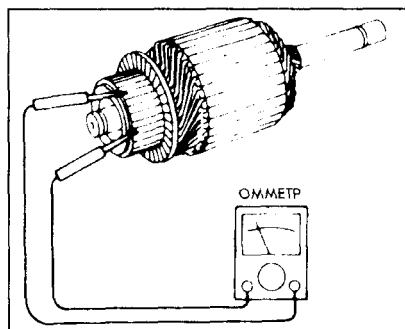

Рис. 10-24.
1. Проверьте проводимость между сегментами (друг за другом) (рис. 10-24). Если проводимости нет — замените якорь.